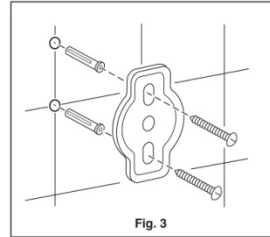

Fig. 3
Tape the required part of the template sheet on to the wall at the desired location, Fig. 1. Check the “Center-Line” on the template is level on the wall. Place the mounting plate(s), Fig. 3, vertically at the corresponding mounting location(s) along the Center-Line on the template, with the central hole of the mounting plate matching on the Center-Line. Then, mark the screw locations along the vertical line on the template, through the upper & lower holes at the mounting plate.
Coller la partie requise du modèle sur le mur à l’emplacement désiré (fig. 1). S’assurer que la ligne centrale du modèle arrive à la même hauteur sur le mur. Placer la ou les plaque(s) de montage (fig. 3) verticalement à l’emplacement correspondant le long de la ligne centrale sur le modèle pour que le trou central de la plaque de montage arrive vis-à-vis la ligne centrale. Ensuite, marquer les emplacements des vis le long de la ligne verticale sur le modèle jusqu’aux trous supérieurs et inférieurs de la plaque de montage.
Pega el parte necesario de la plantilla al pared en el lugar en que lo quieres, Fig. 1. Asegura que la plantilla es nivelada. Pon la(s) placa(s) de montar, Fig. 3, verticalmente en los lugares en la línea central de la plantilla. Marca los lugares de los tornillos sobre la línea vertical en la plantilla por los hoyos arriba y abajo en la placa de montar.
3. Push the plastic anchors provided into the holes until flush with the wall. Then, screw the mounting plates to the wall with the screws provided, Fig. 3. Do not over-tighten the screws.
3. Pousser les ancrages en plastique fournis dans les trous jusqu'à ce qu'ils soient au même niveau que le mur. Ensuite, visser les plaques de montage au mur avec les vis fournies (fig. 3). Ne pas trop serrer les vis. Remarque : des boulons populaires ou à ailettes peuvent être requis pour les murs creux. (non compris)
3. Empuje las anclas de plastic en los hoyos hasta que no sobresalen de la pared. Tornar las placas de montar al pared con los tornillos inuídos, Fig. 3. No apreta en exceso.